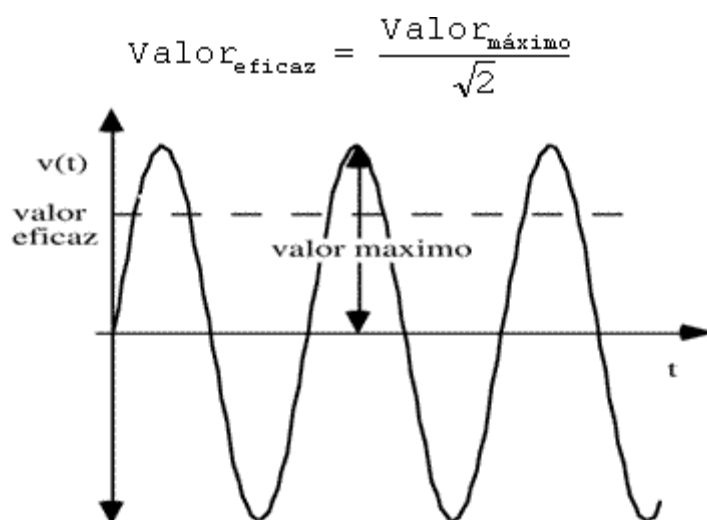

Figura 15. - Valor eficaz y máximo de una señal senoidal.
medida en corriente alterna (AC), hay que tener muy en cuenta el margen de frecuencias admitido, que vendrá indicado en las especificaciones del polímetro. También hablamos de la *tensión pico a pico* como dos veces el valor de la tensión máxima. Los valores medidos en alterna con el polímetro, corresponden a *valores eficaces* (Ver Figura 15). Estos últimos, por definición, se relacionan con los valores máximos de la señal a través de: